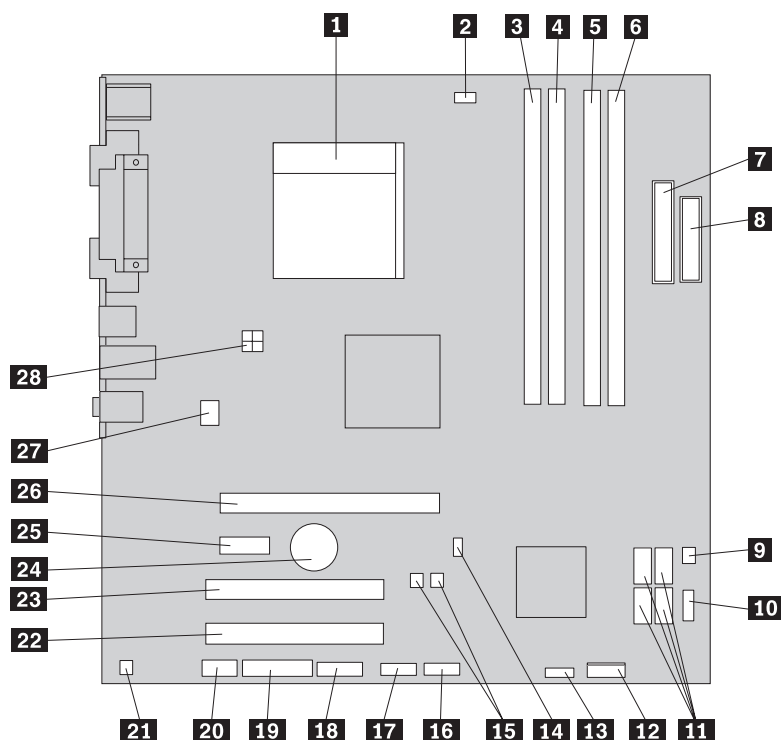

Figure 4. Emplacements des composants sur la carte mère
La figure 4 illustre l'emplacement des composants sur la carte mère.
4. Repérez les connecteurs de mémoire. Voir figure 4, à la page 8.